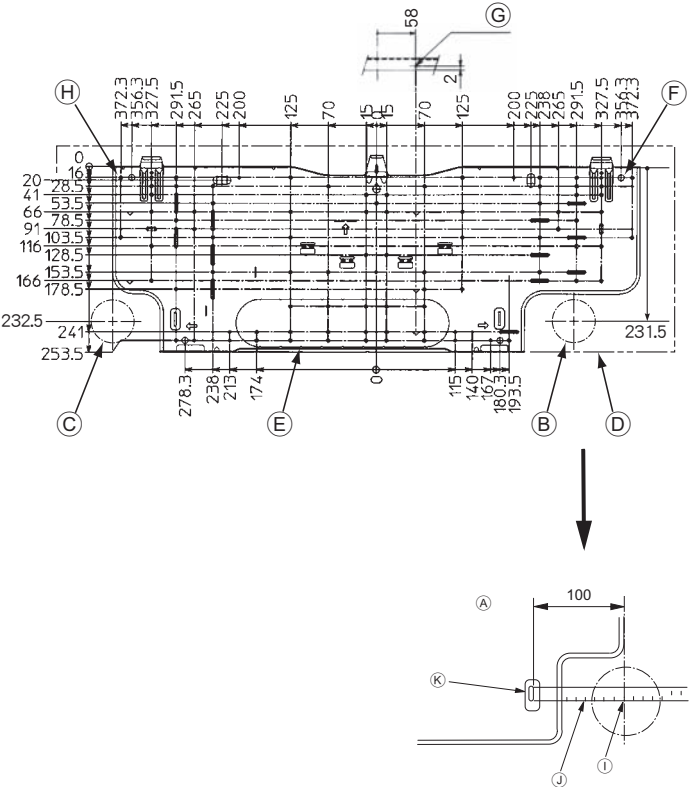
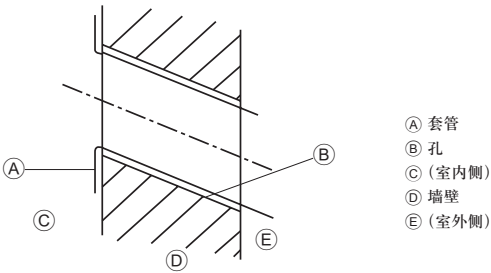

Fig. 3-2
Fig. 3-3
■ PKFY-P-VHM-E (Fig. 3-2)
- ① 安装板
- ② 室内机组
- ③ 底部左后侧管道孔 (ø65)
- ④ 底部右后侧管道孔 (ø65)
- ⑤ 左后侧孔预留孔 (70 × 310)
- ⑥ 螺栓孔 (4-ø9 孔)
- ⑦ 中央测量孔 (ø2.5 孔)
- ⑧ 自攻螺钉孔 (77-ø5.1 孔)
- ⑨ 孔中央
- ⑩ 使刻度与线对齐。
- ⑪ 插入刻度仪。
3.2.2. 钻管道孔 (Fig. 3-3)